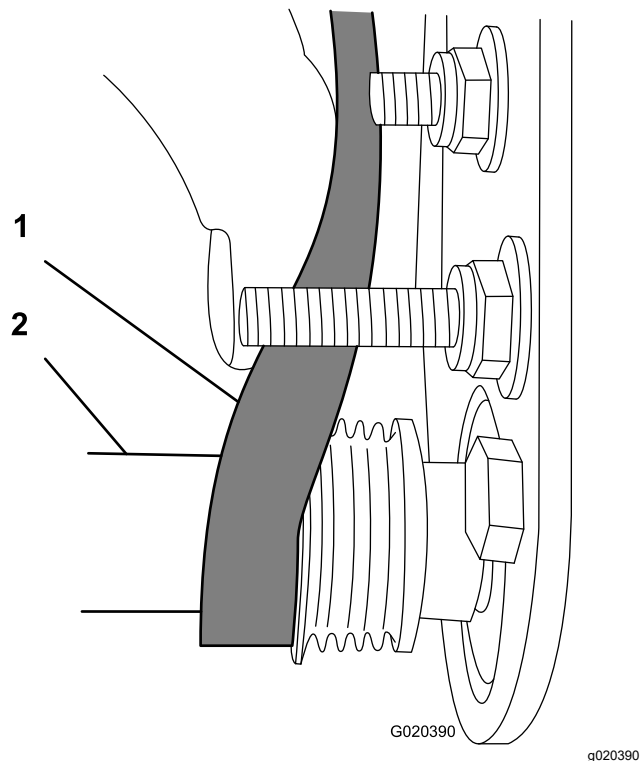

図 17
- 受動 プーリからベルトを掛け始める 図 17。
- 深穴ソケット 9/16" を使って、ブラシアセンブリを回転させながら、ベルトを受動プーリに掛けまわす 図 17。